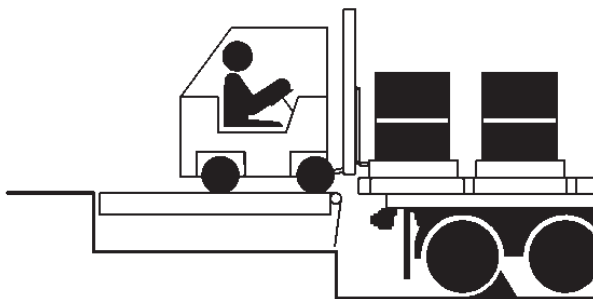

Figura 26
6. Continúe con la carga o descarga, consulte la **Figura 26**.